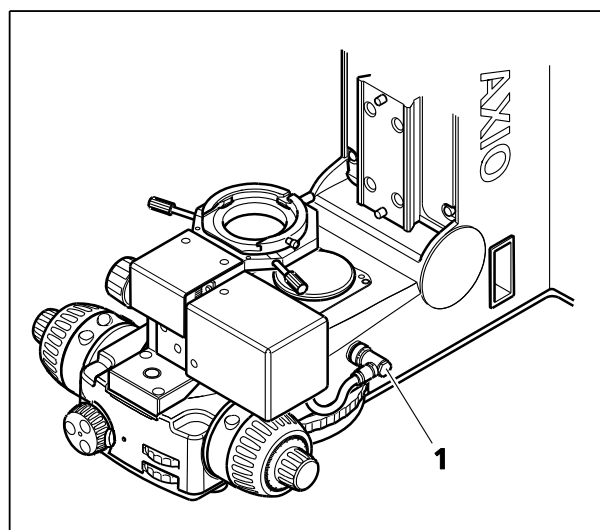

Figure 3-43 Connexion d'un porte-condenseur mot.
- Après le montage, connecter le câble de commande du porte-condenseur (Figure 3-43/1) à la partie inférieure du microscope.